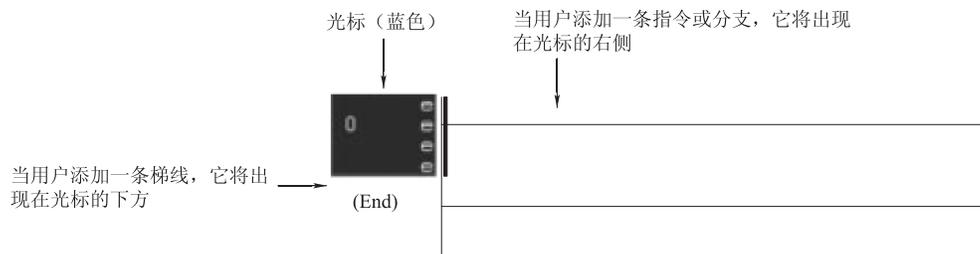

图 1.106 插入指令
(2) 输入梯形图指令。在打开的梯形图例程中进行如下操作。
① 如果例程已包含逻辑指令, 用户想添加逻辑指令只需要单击添加的地方就可以进行添加, 如图 1.106 所示。